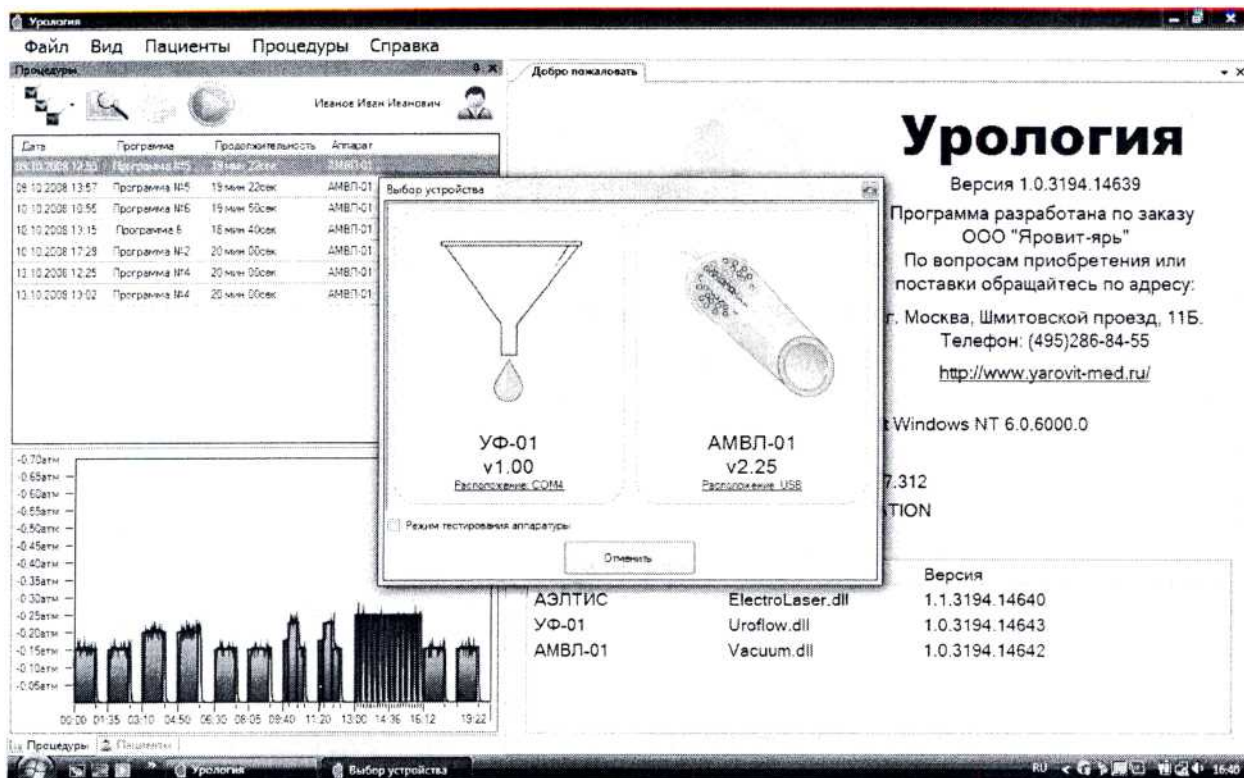

Рис. 7 Вид окна ПРОЦЕДУРА.
8.9.4. Переведите вид основного меню в режим Процедуры. (Рис.6). И нажмите кн. Провести процедуру. Если к Вашему ПК подключен только АМВЛ-01, то на экране появится окно вида Рис.7.Если несколько, -то выберите нужный, в нашем случае, АМВЛ-01.